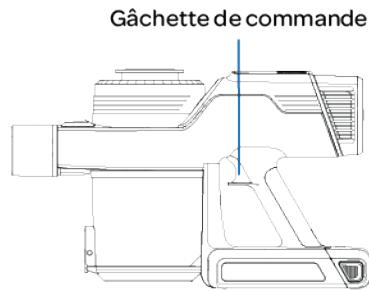

Figure 1
1. Appuyer et relâcher la gâchette de commande bleue, sur la poignée, pour démarrer l'aspirateur Veridian Endeavor Plus (Figure 1). L'aspirateur continue de fonctionner une fois la gâchette de commande relâchée.